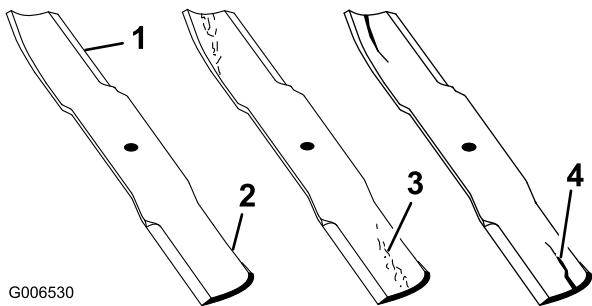

Figure 52
1. Examinez le tranchant des lames (Figure 52).
2. Inspectez les lames, surtout la partie relevée (Figure 52).
Remarque: Remplacez immédiatement toute lame endommagée, usée ou qui présente une entaille (repère 3 de la Figure 52).